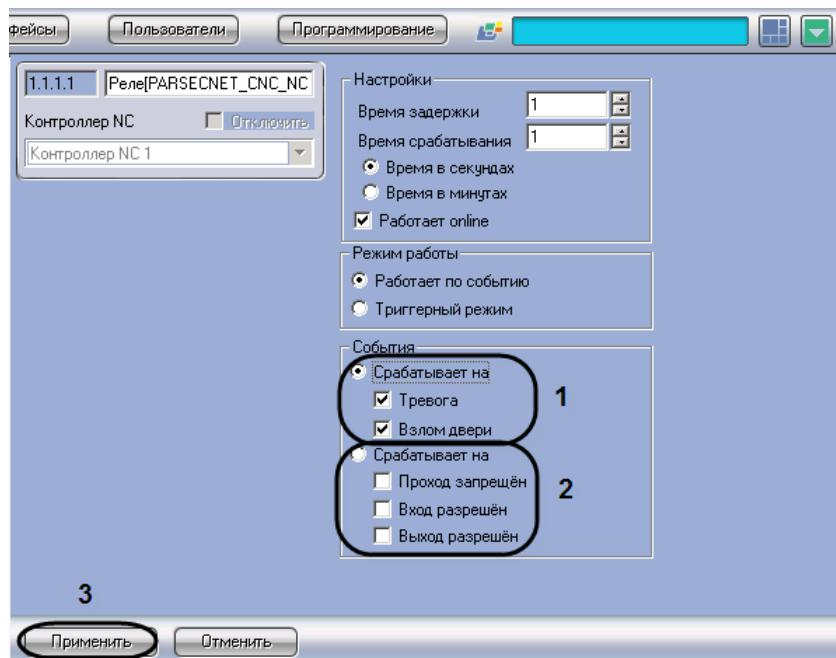

Рис. 3.4—18 Выбор событий, при наступлении которых срабатывает реле
1. Перейти на панель настроек объекта **Реле** (Рис. 3.4—18), соответствующего требуемому реле.
2. В случае, если реле должно срабатывать на тревожные события, установить переключатель в положение 1 (см. Рис. 3.4—18, 1). После этого установить флагки для тревожных событий, при наступлении которых будет срабатывать реле: **Тревога** и/или **Взлом двери**.
3. В случае, если реле должно срабатывать на нормальные события, установить переключатель в положение 2 (см. Рис. 3.4—18, 2). После этого установить флагки для нормальных событий, при наступлении которых будет срабатывать реле: **Проход запрещен**, **Вход разрешен** и/или **Выход разрешен**.
4. Нажать кнопку **Применить** (см. Рис. 3.4—18, 3).